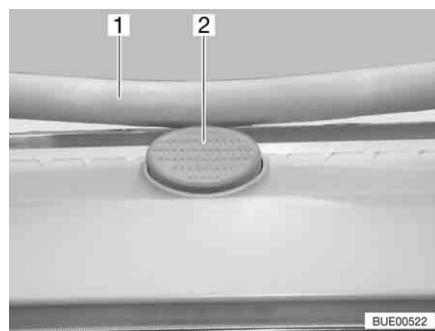

Fig. 27 Bottone di sicurezza (oblò inclinabile)
- Premere il bottone di sicurezza (Fig. 27,2) e tirare verso il basso la staffa (Fig. 27,1) con entrambe le mani.
- Premere la staffa verso l'alto con ambedue le mani, finché la staffa non poggia al di sopra del bottone di sicurezza (Fig. 27,2).